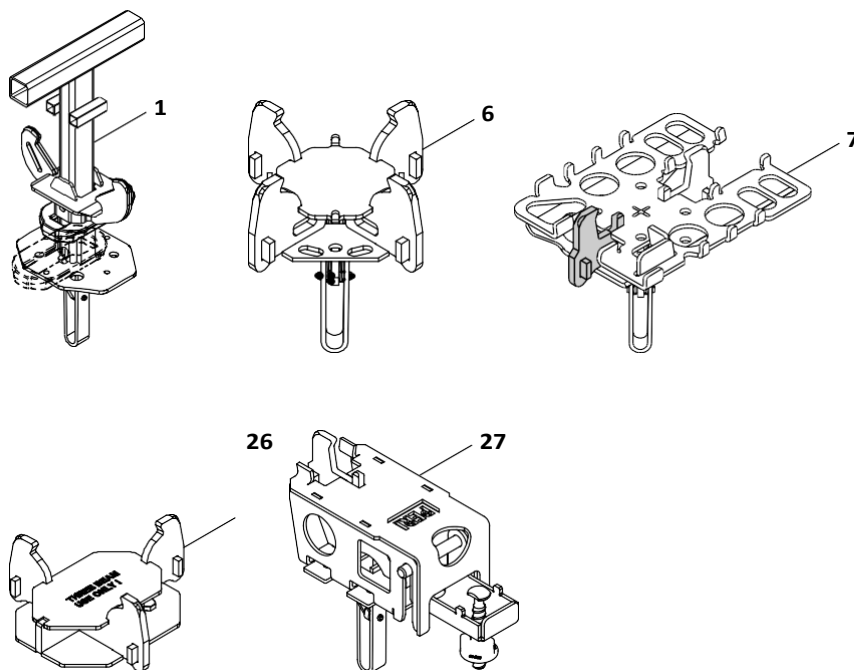

Fig. A2.01
При отвори $> 40 \text{ mm}$ главите трябва да се закрепят с болтове по диагонал, като се използват 2 болта ISO 4016 M12 x 40-4.6 поц., Му, Арт. №. 035440. (Fig. A2.01)
2. Поставете падащата (1), опорната (6) или комбинираната (7) глава на подпората. Механизмът се заключва автоматично. (Fig. A2.01)